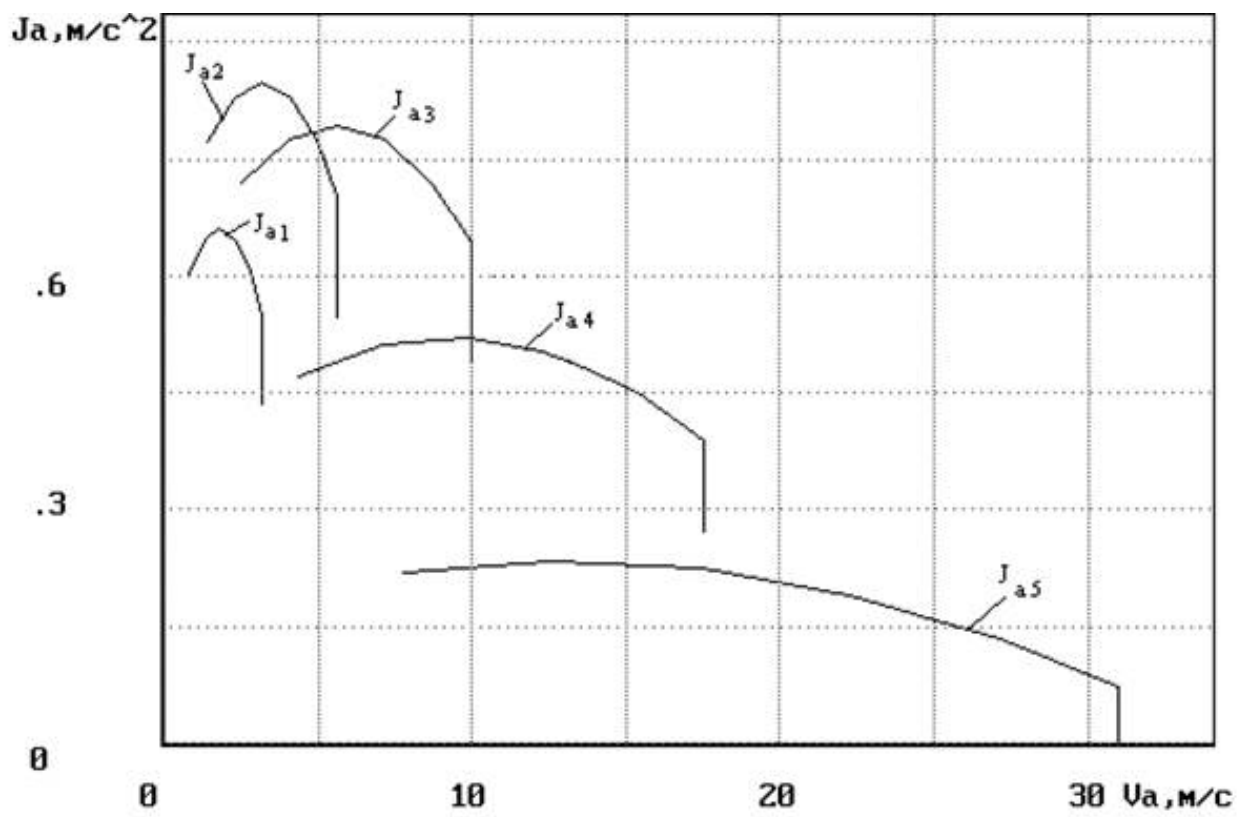

Рисунок 5—Графік прискорень
47. ТЗ має прискорення вказані на графіку (рис. 5). На яких швидкостях треба переключати передачі з точки зору найшвидшого розгону?